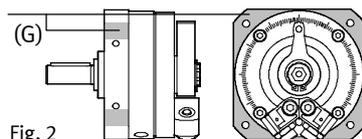

Fig. 2
Med de grå ställena (G) (Fig. 2) indikeras de områden där fler hål kan borras på DSM (t. ex. för isättning av centreringstift).